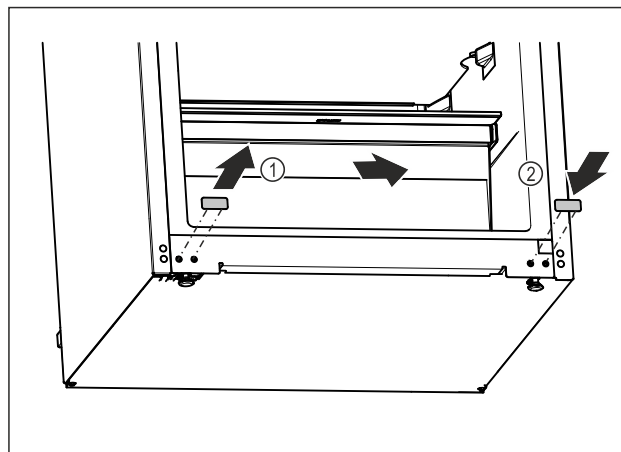

Fig. 20
- ▶ Retirer le cache de recouvrement. Fig. 20 (1)
- ▶ Placer le cache de recouvrement du côté opposé. Fig. 20 (2)